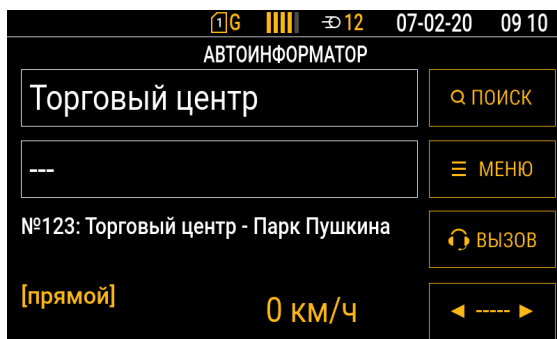

Рис.86. «Автоинформатор».
3. Для добавления нового маршрута в проект следует выбрать *Главное меню/Маршрут/Добавить* или нажать кнопку «Добавить новый маршрут». В список маршрутов будет добавлен новый маршрут «Маршрут без имени». Далее следует задать имя маршрута и номер. Количество остановок будет задано автоматически, после добавления остановок в маршрут. Данная информация будет отображаться на экране устройства в режиме «Автоинформатор» при загрузке маршрута. Пример приведен на Рис.86.